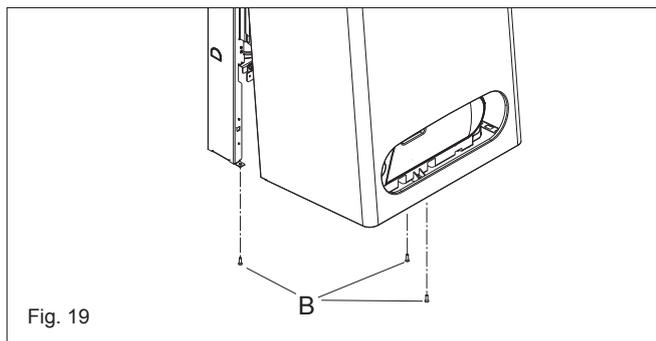

Fig. 19
4. REMOÇÃO DA COBERTURA (Fig. 19)